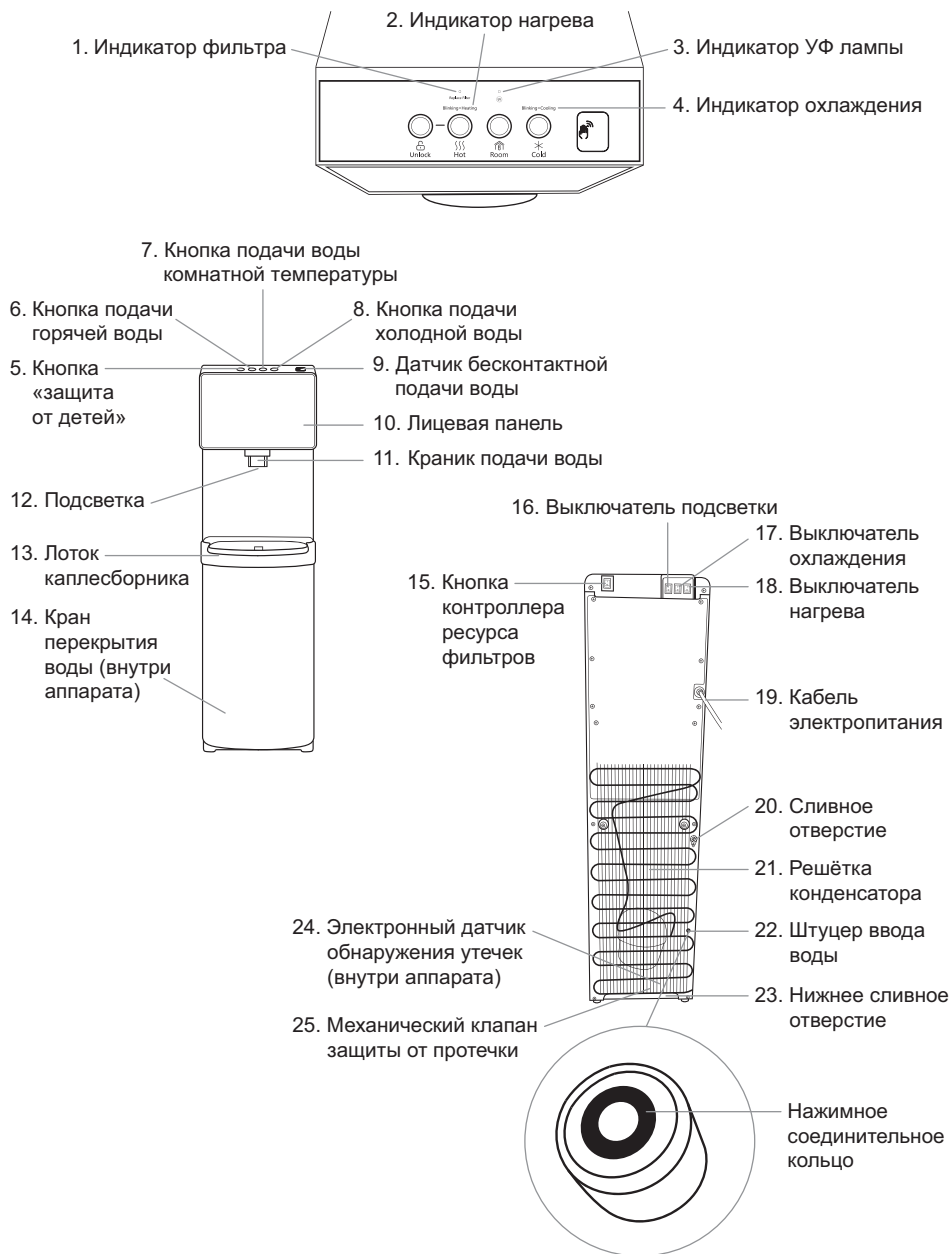

Рис. 1. Схема аппарата V450PUFMI Black
Индикатор нагрева (рис. 1–2)
Индикатор охлаждения (рис. 1–4)
Индикатор фильтра (рис. 1–1)
Индикатор УФ лампы (рис. 1–3)
Поставьте чашку или другую емкость для воды на лоток каплесборника (рис. 1–13) под краник подачи воды (рис. 1–11).
Чтобы налить горячую воду сначала нажмите на кнопку «защиты от детей» (рис. 1–5), затем нажмите и удерживайте кнопку подачи горячей воды (рис. 1–6). Во время подачи воды кнопка подсвечивается красным цветом.
Чтобы налить воду комнатной температуры или холодную воду, нажмите и удерживайте кнопку подачи воды комнатной температуры или холодной воды (рис. 1–7, 1–8). Во время подачи воды кнопка подачи воды комнатной температуры подсвечивается оранжевым цветом, а кнопка подачи холодной воды подсвечивается синим цветом.
Подсветка аппарата (рис. 1–12) включается и выключается с помощью выключателя (рис. 1–16), расположенного на задней панели аппарата.
Изначально кулер поставляется с преднастроенной включенной функцией, позволяющей пользоваться холодной водой без прикосновения к кнопке подачи холодной воды. Для подачи воды, пользователю нужно просто подвести и удерживать ладонь над датчиком бесконтактной подачи воды (рис. 1–9) на расстоянии примерно 5 см. Для остановки подачи воды убрать ладонь от датчика. Время непрерывной подачи воды при удержании ладони над датчиком составляет до 30 секунд по умолчанию.
Чтобы отключить бесконтактную функцию необходимо одновременно нажать и удерживать (обычно около 3 секунд) кнопки «защита от детей» (рис. 1–5) и подачи горячей воды (рис. 1–6) до момента, когда начнёт мигать подсветка кнопки «защита от детей» (рис. 1–5) и кнопки подачи холодной воды (рис. 1–8). Это означает, что бесконтактная функция будет отключена через 10 секунд, если не будут предприняты какие-либо действия. Если отключенную бесконтактную функцию необходимо вернуть в активный (включенный) режим, нужно отключить аппарат от сети, тем самым производя сброс настроек к заводским установкам, или проделать манипуляции описанные ниже в пункте **2 (а-д)**.
- а.** установить под краник подачи воды (рис. 1–11) ёмкость, которая послужит мерным ориентиром и предотвратит расплёскивание и перелив воды из лотка каплесборника;
- б.** одновременно нажать и удерживать (обычно около 3 секунд) кнопки «защита от детей» (рис. 1–5) и подачи горячей воды (рис. 1–6);
- в.** когда начнёт мигать подсветка кнопки «защита от детей» (рис. 1–5) и подачи холодной воды (рис. 1–8), необходимо разместить ладонь над областью бесконтактного датчика (рис. 1–9);
- г. ладонь необходимо удерживать над датчиком (рис. 1–9) в интервале от 0 до 40 секунд, индикаторы кнопок в это время перестанут мигать и будут подсвечивать кнопки непрерывно;
Для набора горячей воды необходимо нажать кнопку «защиты от детей» (рис. 1–5) и затем кнопку подачи горячей воды (рис. 1–6). Кнопка «защиты от детей» после нажатия мигает около 3 секунд, после чего возможность набора горячей воды (если набор воды не начался) будет снова заблокирована.
Перед включением нагрева или охлаждения обязательно убедитесь, что вода поступает во внутренние резервуары аппарата, для чего нажмите на кнопки подачи горячей (рис. 1–6) и холодной воды (рис. 1–8) и слейте небольшое количество воды через краник (рис. 1–11).
Для включения/отключения опций нагрева или охлаждения переключите тумблер нагрева (рис. 1–18) или охлаждения (рис. 1–17) в соответствующее положение – «включено» (I) / «выключено» (O). Не включайте данные опции, когда аппарат не заполнен водой. Если кабель электропитания (рис. 1–19) и выключатель нагрева (рис. 1–18) были включены, когда система еще не наполнилась водой полностью, сработает термозащита, которую сможет отключить только специалист сервисного центра.
Когда Вы убедились, что холодная и горячая вода из краника идет непрерывной струей, установите выключатели нагрева и охлаждения (рис. 1–18, 1–17) в положение I.
При первом включении аппарата (или после длительного отключения) время нагрева воды длится 15–20 минут, время охлаждения воды длится около 1 часа и 20 мин. В это время компрессор может работать непрерывно, это не является неисправностью. Во время процесса нагрева будет гореть индикатор (рис. 1–2), расположенный над кнопкой подачи горячей воды. Во время процесса охлаждения будет гореть индикатор (рис. 1–4), расположенный над кнопкой подачи холодной воды. По завершению процесса нагрева/охлаждения индикатор погаснет.
1. Лоток каплесборника (рис. 1–13) устанавливается в верхней части дверцы. Фиксация после характерного щелчка.
1. Перед санобработкой убедитесь, что выключатели охлаждения (рис. 1–17) и нагрева (рис. 1–18) находятся в выключенном состоянии (○), и аппарат отключен от электросети.